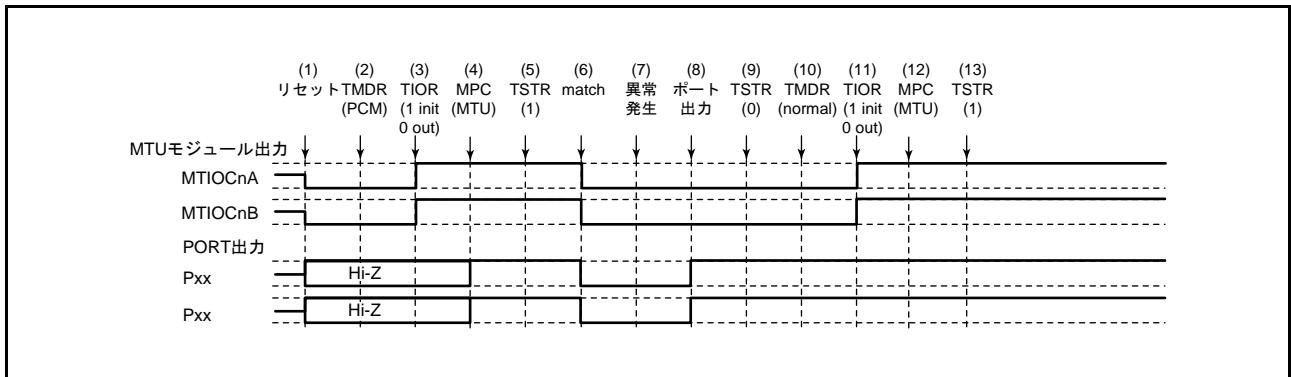

図 22.143 位相計数モードで異常が発生し、ノーマルモードで復帰する場合
位相計数モードで異常が発生し、再設定後ノーマルモードで再スタートする場合の説明図を図 22.143 に示します。
(1) ~ (9) は図 22.143 と共通です。
(10) PWM モード 1 を設定します。
(11) TIOR レジスタで端子を初期化してください。なお、PWM モード 1 では MTIOCnB (MTIOCnD) 端子に波形が出力されません。出力すべきレベルがある場合は、I/O ポートのポート方向レジスタ (PDR)、ポート出力データレジスタ (PODR) で汎用出力ポートの設定をしてください。
(12) MPC と I/O ポートのポートモードレジスタ (PMR) で MTU 出力としてください。
(13) TSTR レジスタで再スタートします。
(1) ~ (9) は図 22.143 と共に通です。
(10) PWM モード 2 を設定します。
(10) 位相計数モードで再スタートする場合には必要ありません。
(11) TIOR レジスタで端子を初期化してください。